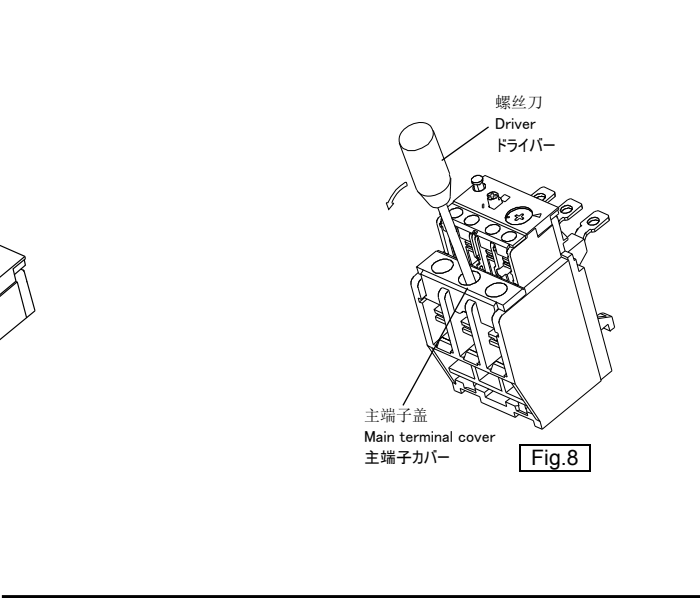

Fig.7
- (6) 拆卸端子盖请参考 Fig.7、Fig.8。
- (7) 在使用 TK-N5P～TK-N8P 用主端子盖 SZ-WN4T～SZ-WN8T 及 TK-N6PH 用主端子盖 SZ-RN6T の場合， 请拆下辅助端子盖后使用。(Fig.7)
- (8) 在自动复位状态， 单相电路の場合， 请注意热过载继电器自动复位时， 电动机自动再启动。
- (6) Fig. 7 and Fig. 8 show how to remove the terminal cover.
- (7) Remove the auxiliary terminal cover and then use the main terminal cover types SZ-WN4T to SZ-WN8T (for TK-N5P to TK-N8P) or SZ-RN6T (for TK-N6PH). (Fig. 7)
- (8) Note that the motor restarts automatically if the thermal overload relay in a two-wire control circuit is reset at automatic reset mode.
- (6) 端子カバーの取外しは Fig. 7、 Fig. 8 を参照してください。
- (7) TK-N5P～TK-N8P 用主端子カバー SZ-WN4T～SZ-WN8T 及び TK-N6PH 用主端子カバー SZ-RN6T を ご使用になる場合、 補助端子カバーを取外してからご使用ください。(Fig. 7)
- (8) 自動リセット状態で二線式の回路の場合、 サーマルリレーが自動リセットするとモータが自動的に再起動しますのでご注意ください。